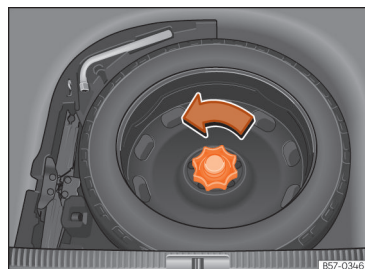

Fig. 219 Na bagageira: piso de carga levantado.
- Mova a roda no sentido contrário ao dos ponteiros do relógio »» **Fig. 219.**